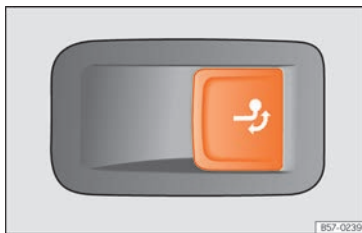

Abb. 220 Im Gepäckraum rechts: Taste zur Entriegelung der Anhängerkupplung.
- Ziehen Sie kurz an der Taste »» **Abb. 220**. Die Anhängerkupplung wird automatisch entriegelt und dreht selbsttätig heraus. Die Kontrollleuchte der Taste blinkt.
- Ziehen Sie kurz an der Taste »» **Abb. 220**. Die Anhängerkupplung wird elektrisch entriegelt.
- Wenn die Kontrollleuchte der Taste »» **Abb. 220** → *blinkt*, ist die Anhängerkupplung noch nicht vollständig eingerastet oder beschädigt »» ⚠.
- Wenn die Kontrollleuchte bei geöffneter Heckklappe »» **Abb. 220** → *dauerhaft leuchtet*, ist die Anhängerkupplung vollständig eingerastet, sowohl in eingezogener als auch in herausgeschwenkter Stellung.
- Drücken Sie keinesfalls die Taste »» **Abb. 220**, wenn ein Anhänger oder ein Gepäckträger oder anderes Zubehör auf der Anhängerkupplung eingehängt ist.